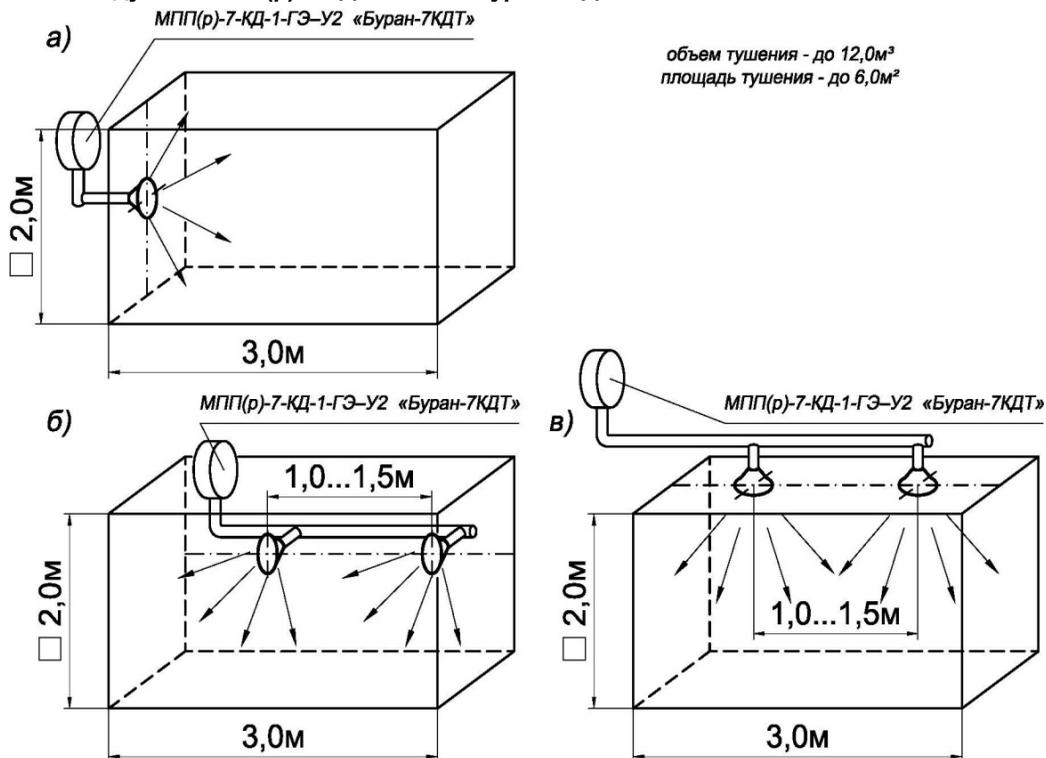

Рис. 3 Масштабное изображение конфигурации распыла огнетушащего порошка модулем «Буран-7КДТ».
6.3 Масштабное изображение конфигурации зоны распыла порошка, в которой достигается тушение, приведено см. рис.3.